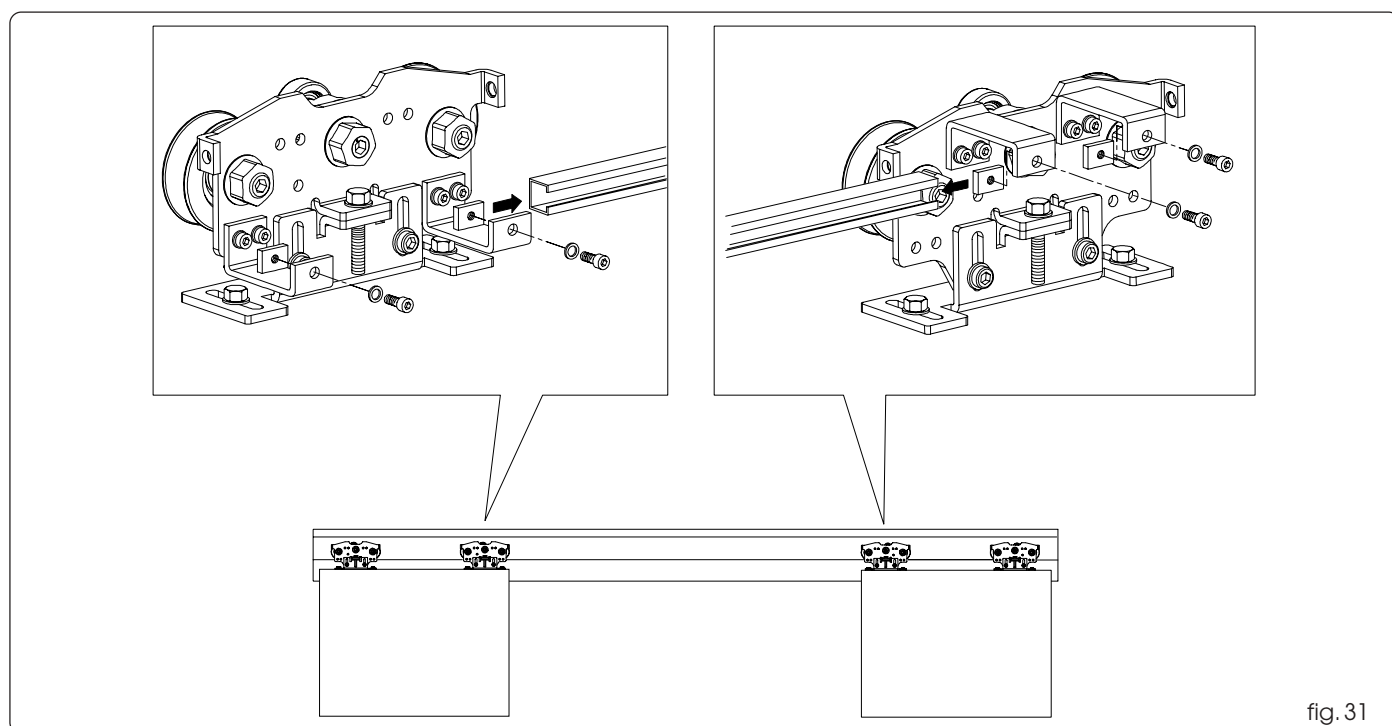

fig. 31
- Coloque las hojas en posición de apertura (fig. 31).
- Introduzca dos placas con orificio roscado en el interior de cada una de las barras de movimiento (fig. 31).